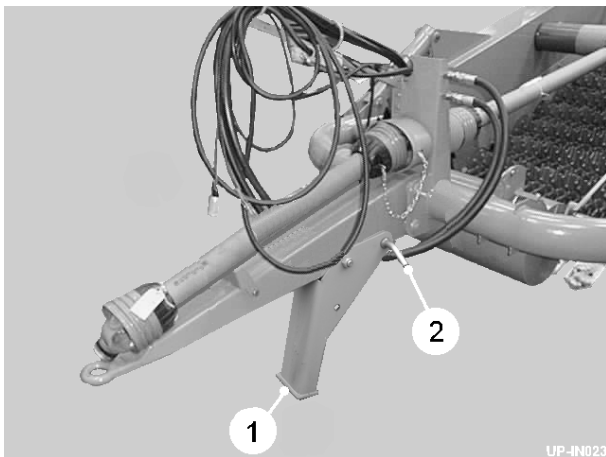
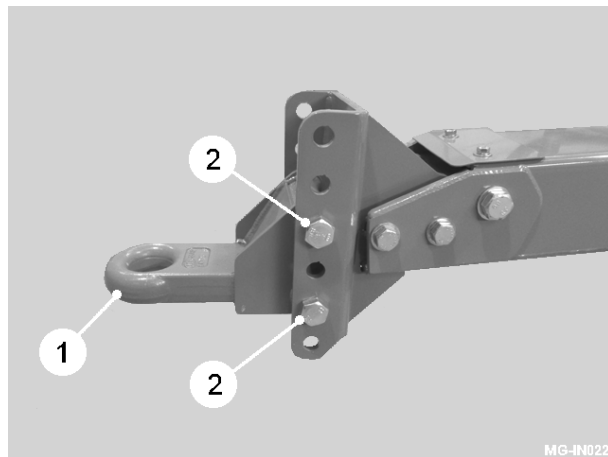

Fig 1
Fig 1a
Die Unterst tzung (item, fig 1) h lt die Maschine bei einer geeigneten H he zum Traktor. Auf Maschinen pa te mit einem verstellbaren drawbar (St ck 1, Feige 1a), zur ck der Traktor zur Maschine und gleicht den drawbar an. Messen Sie die H he vom Traktorhaken vom Boden und stellen Sie den drawbar auf die gleiche H he ein. Entfernen Sie die Schrauben (item 2, fig 1a) und gleichen Sie mit anderen L chern an. Das drawbar-Auge kann umgekehrt werden, um h here Position zu erreichen.
Die Unterstützung kann in die Lagerungsposition gesetzt werden, indem man die Ankernadel entfernt, und (item 2, fig 1) es gedreht werden, und resecuring mit der Ankernadel.